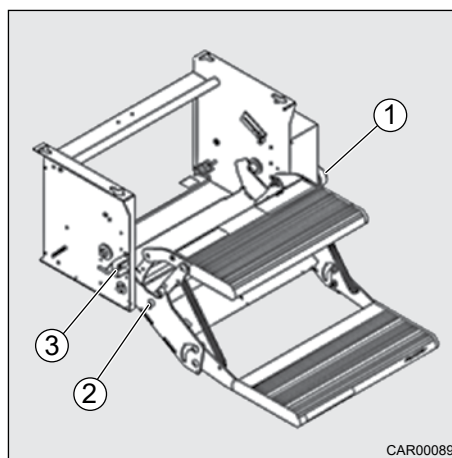

Fig. 188 Déverrouillage de secours
3. Enfoncer le bouton de commande (Fig. 188, pos. 1).
4. Tirer le boulon d'arrêt (Fig. 188, pos. 3) en dehors, le tourner de 90° et le fixer dans l'alésage dans la marche (Fig. 188, pos. 2).